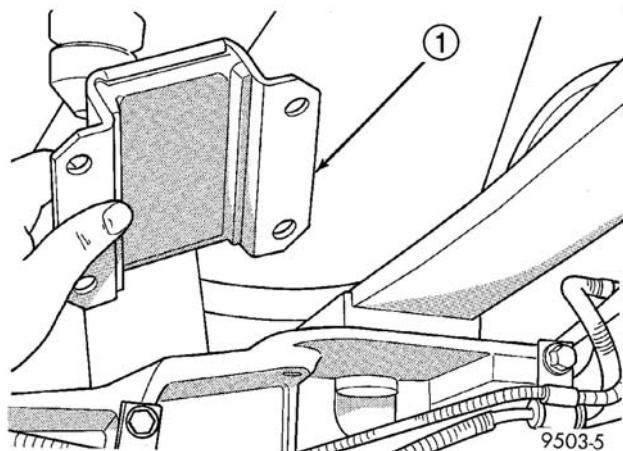

图 34 板簧挡板
(6) 从后桥和板簧上卸下板簧挡板 (图 34)。
(7) 使用支承架缓慢降下后桥, 让后簧自由悬挂。